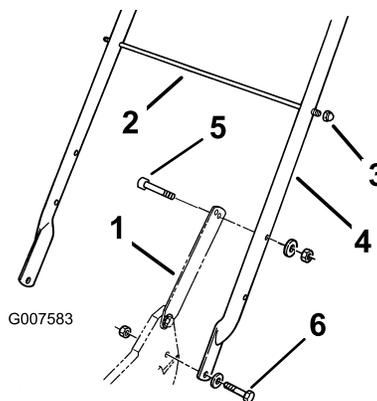

Figure 3
1. Montez le guidon à l'extérieur du carter de la tondeuse (en vous servant du trou inférieur) avec 2 boulons (5/16 x 1-1/4 pouces), rondelles et contre-écrous minces (5/16 pouce) (Figure 3).
2. Fixez les pattes de verrouillage au guidon avec 2 boulons (5/16 x 1-1/2 pouces), rondelles et contre-écrous (5/16 pouce) (Figure 3).
3. Insérez la tige de support du bac à herbe dans le deuxième trou en partant du haut du guidon, et serrez un contre-écrou borgne à chaque extrémité (Figure 3).